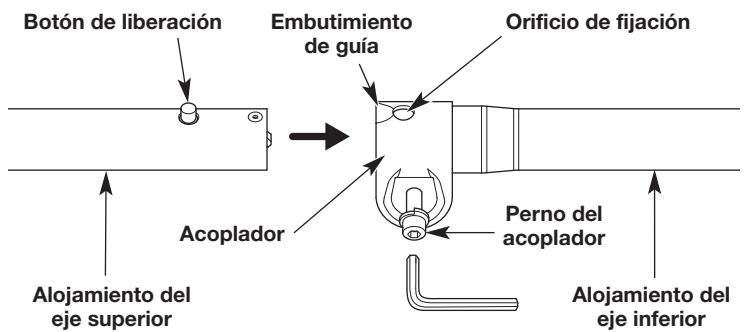

Fig. 3
2. Use una llave Allen de 3/16 pulg. para aflojar el perno del acoplador (Fig. 3).
3. Mientras sujetá con firmeza el eje superior, empújelo en línea recta dentro del acoplador hasta que el botón de liberación entre a presión y quede firme dentro del orificio de fijación (Fig. 3).
- NOTA:** La alineación del botón de liberación con el embutimiento de guía ayudará en la instalación (Fig. 3).
4. Ajuste el perno del acoplador hasta que los ejes superior e inferior estén conectados con firmeza (Fig. 3).
PRECAUCIÓN: Antes de operar la unidad, asegúrese de que el botón de liberación entre a presión completamente dentro del orificio de fijación (Fig. 3) y de que el perno del acoplador quede bien ajustado.